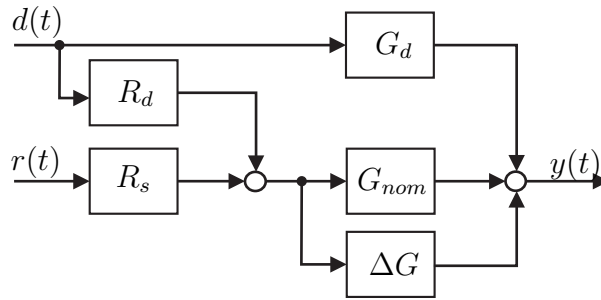

Abbildung 5: Steuerung mit Störgrößenaufschaltung.
- i) Entwerfen Sie für die nominelle Strecke  $G = G_{nom}$  eine Steuerung  $R_s$  (siehe Abbildung 5), sodass die Führungsübertragungsfunktion  $T_{nom} = R_s G_{nom}$  die Verstärkung 1 hat und einen Doppelpol bei  $-\frac{1}{e}$ ,  $e > 0$ , aufweist.